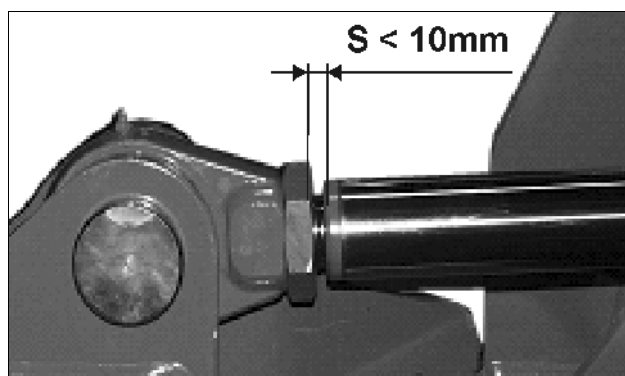

Fig. 27
- Forskrevet indskruningsdybde (Fig. 27)